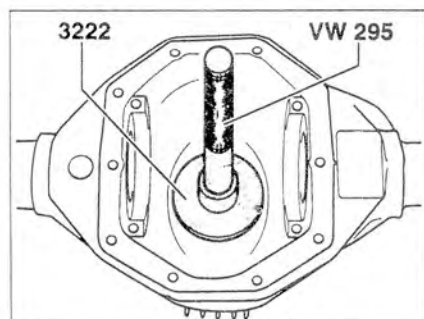

Рис. 5.104. Запрессуйте наружное кольцо конического роликового подшипника (со стороны ведущей конической шестерни).
11. Запрессуйте наружное кольцо конического роликового подшипника (со стороны ведущей конической шестерни) (рис. 5.104).